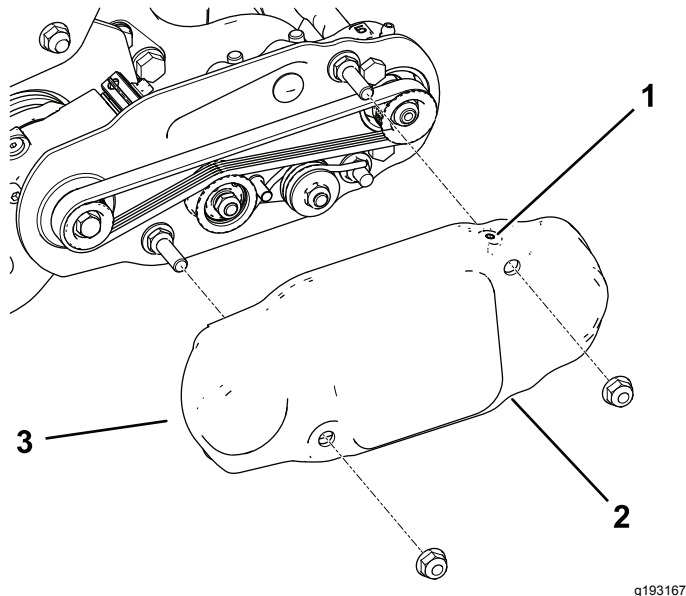

図 16
2. 取り付けボルトにベルトカバーを取り付けてフランジナット2個で固定する **図 16**。